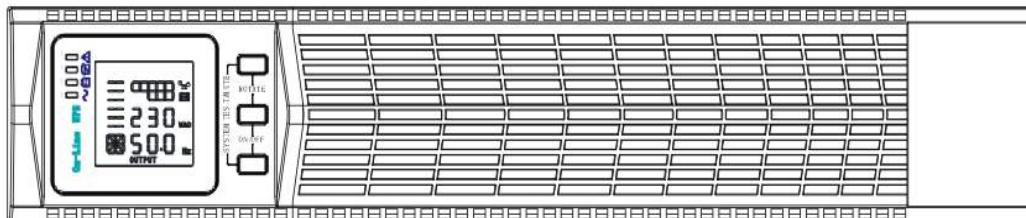

Рис. 1 Вид передней панели
**FIG.1 инструкция к кнопкам передней панели**